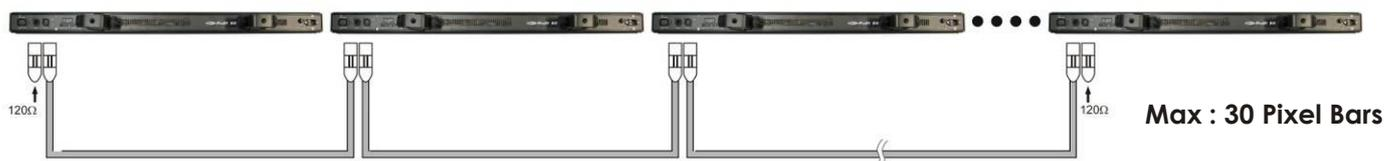

Fig. 3
3. Branchez les unités comme indiqué sur la Figure 3) Branchez un câble à signal DMX pour relier la prise DMX « sortie » (OUT) de la première unité à la prise « entrée » (IN) de la seconde unité. Répétez ce processus de raccordement pour la deuxième, troisième, et quatrième unité.